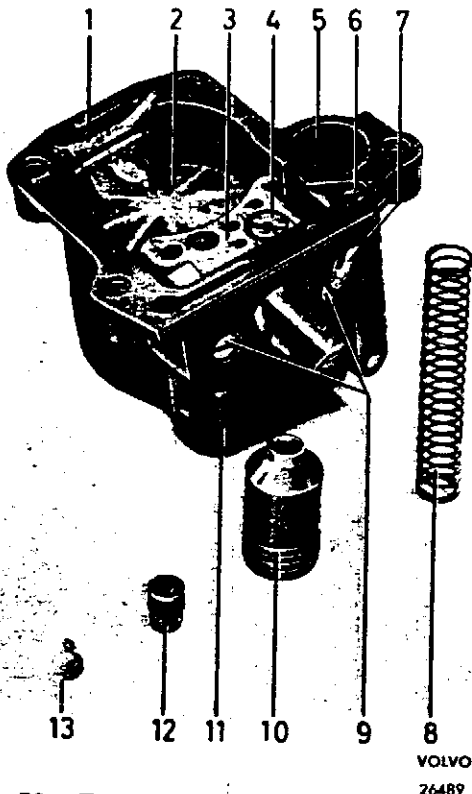

Abb. 70. Einzelteile des Schwimmergehäuses
Bevor der Vergaser gereinigt wird, ist immer der Schlammfänger der Kraftstoffpumpe zu reinigen. Beim Reinigen des Vergasers genügt es meistens nur das Schwimmergehäuse zu entfernen, den Schwimmer herauszunehmen, und die Leerlaufdüse (4, Abb. 70), sowie die Leerlaufdüse selbst, die unter der Luftdüse liegt, auszubauen. Auch der Kolben der Beschleunigungspumpe sowie die Kraftstoffregulierschraube am Vergasergehäuse sind zu entfernen. Danach ist das Nadelventil herauszunehmen und zu reinigen. Sämtliche Teile sind in Petroleum oder Alkohol zu waschen. Alle Kanäle und Düsen mit Druckluft sauberblasen, auch das Loch für die Kraftstoffregulierschraube.
2. Die Verschlussfeder (1, Abb. 70) entfernen und den Schwimmer herausnehmen. Die "TOP"-Bezeichnung der Verschlussfeder beachten.
3. Die Befestigungsschrauben der Mischkammer entfernen (9) und die Kammer herausholen.
5. Den Kolben der Beschleunigungspumpe, die Feder, das Ein- und Auslaßventil sowie die Beschleunigungsdüse entfernen. Siehe Abb. 70.